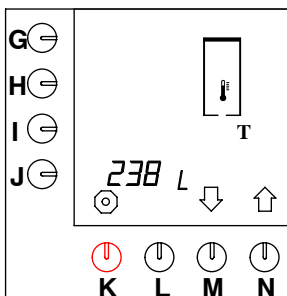

Fig. 29 Contatore totale dell'impianto dell'acqua calda
- Sullo schermo viene visualizzato il contatore totale (vedere fig. 29), è possibile leggere il totale assoluto di litri di acqua calda prodotti dalla macchina.